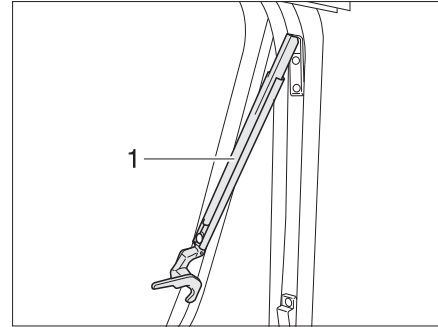

Bild 12 Ausstellfenster mit Automatik-Ausstellern, geöffnet
- Ausstellfenster bis zur gewünschten Raststellung öffnen. Der Automatik-Aussteller (Bild 12,1) rastet selbstständig ein.